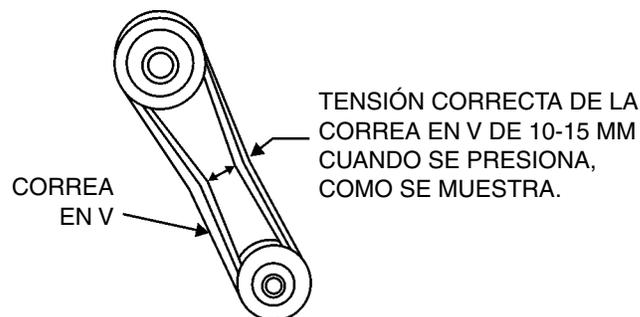

Figura 9. Tensión de la correa en V
2. La tensión de la correa en V es correcta si se dobla de 10 a 15 mm (Figura 9) al presionar con el dedo a mitad de camino entre los ejes de la polea de vibración y el embrague.
3. Coloque la palanca de la válvula de combustible (Figura 9) en la posición **OFF**.